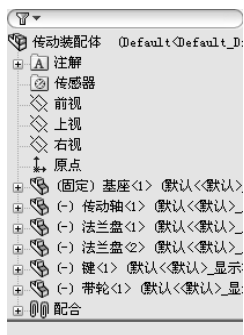

图 3-194 固定和浮动显示
1) 第一个插入的零件在装配图中默认的状态是固定的，即不能移动和旋转，在“FeatureManager 设计树”中的显示为“(固定)”。如果不是第一个零件，则是浮动的，在“FeatureManager 设计树”中显示为“(-)”，如图 3-194 所示。